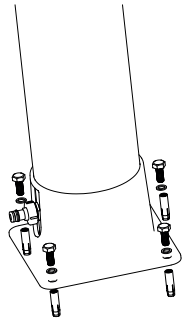

Abbildung 2 /
1. Połącz górną i dolną część prysznica, jak pokazano na rys. 2. Na rysunku przedstawiono kolejność czynności budowy prysznica. Zamontuj przedstawione części w górnej części prysznica. Następnie wsuń górną część (z już zamontowanymi pozostałymi elementami) w otwór w podstawie prysznica. Dokręć ręcznie w prawo nakrętkę mocującą prysznica. W ten sposób górna i dolna część prysznica są mocno i szczelnie połączone. Na nakrętkę mocującą załóż uchwyt na ręcznik.
3. Odkręć w lewo nakrętkę mocującą i zdemontuj części (rys. 2).